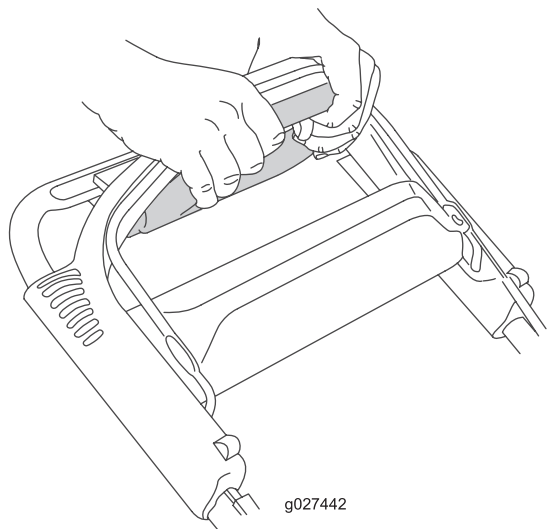

Figure 17
1. Saisissez les coins de la poignée d'aide au déplacement du bout des doigts (Figure 17).